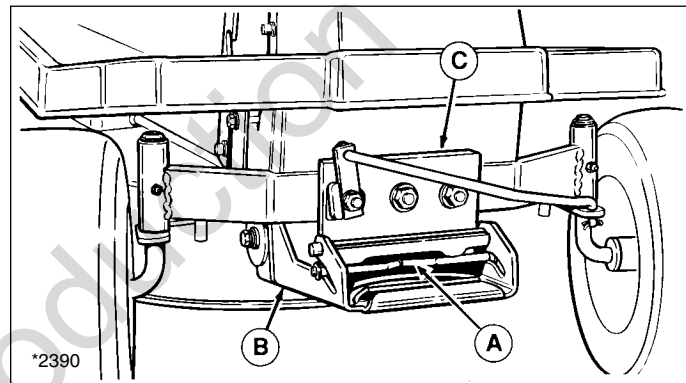

Abb. 8. Mähwerksaufhängung
5. Die Mähwerksaufhängung (B, Abb. 8) aus den Rider-Aufhängungshalterungen (C) ausbauen, indem der federbelastete Hebel (A) nach vorne gezogen und die Aufhängung angehoben wird. Mähwerksaufhängung auf den Boden stellen.